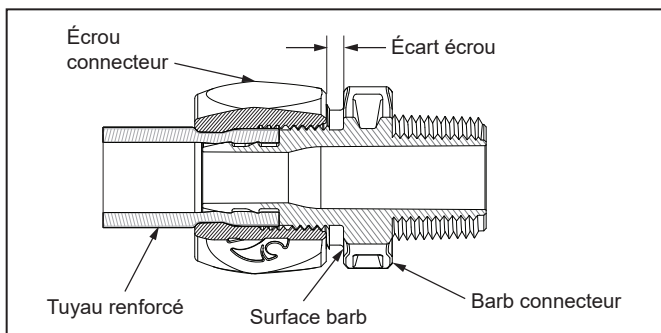

Figure 6. Serrer l'écrou du connecteur pour fixer le tuyau
7. Faire glisser/tourner l'écrou du connecteur vers la cannelure pour engager les filetages correctement, ne pas croiser l'écrou du connecteur de filetage. Serrer l'écrou du connecteur jusqu'à ce que les filetages ne soient plus visibles (écart d'environ 1/8 po ou juste moins que la largeur de deux centimes), ou jusqu'à ce qu'il touche la face cannelée. Se reporter à la Figure 6.
1. Vérifier que l'installation est adéquate. Se référer à la figure 6.